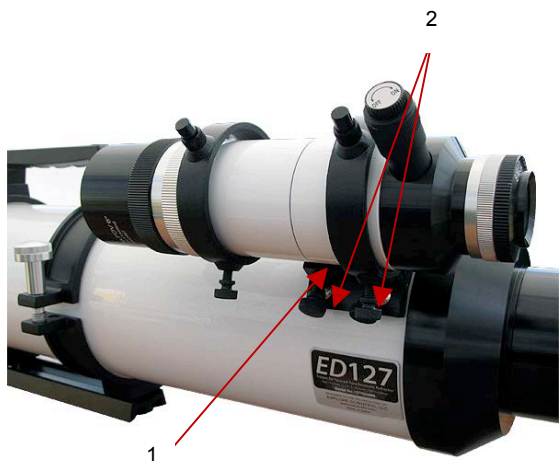

Fig. 4, Vis de fixation du chercheur
1. Glisser le support de chercheur dans l'embase (**1, Fig.4**). Pour sécuriser le chercheur, serrez les deux vis (**2, Fig. 4**)